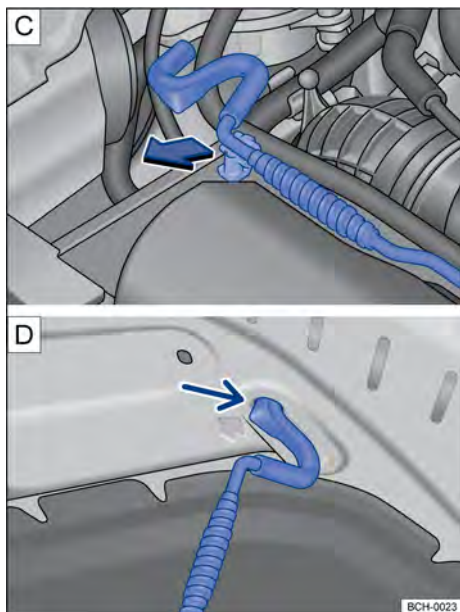

Fig. 176 [C] Haste de sustentação da tampa do compartimento do motor. [D] Tampa do compartimento do motor apoiada na haste de sustentação.
- Retirar a haste de sustentação do suporte no sentido da seta → Fig. 176 [C] e posicioná-la na abertura na tampa do compartimento do motor → Fig. 176 [D].
- Retirar a haste de sustentação do furo → Fig. 176 [D] e encaixá-la no suporte do fecho → Fig. 176 [C].